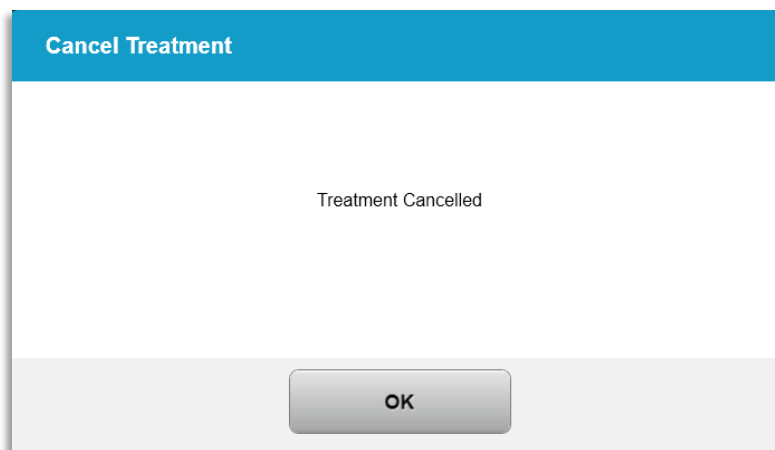

Figura 3-29. Confirmarea anulării tratamentului
- Dacă s-a confirmat anularea tratamentului, pe ecran va fi afișat mesajul „Tratament anulat” (Treatment Cancelled), ca în Figura 3-29.